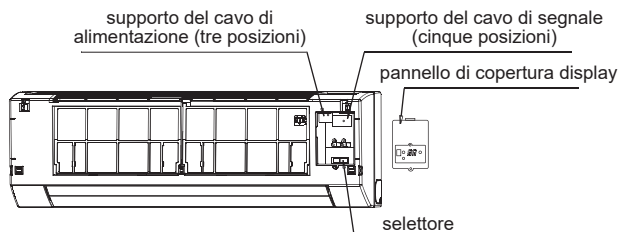

Fig. 7-2
- 2 Collegare individualmente il cavo di alimentazione e la linea di segnale, regolare il selettore. (Fig. 7-2)